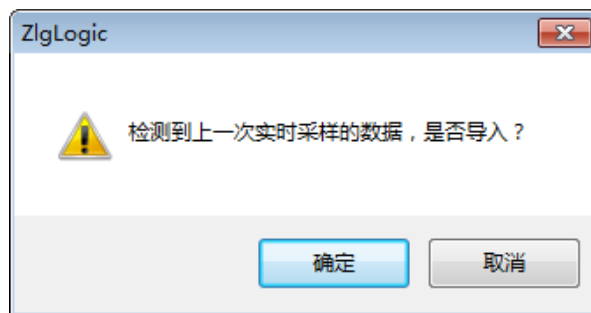

图 5.4 数据恢复提示
(3) 用户也可以点击“停止”按钮自行停止采集。
(4) 如果在采样的过程中，遇到如停电等突发情况，没有采集完成时软件就被迫关闭，之前采样得到的数据在下次打开软件时能得到恢复。如果有要被恢复的数据，在打开软件时，会有如图 5.4 的提示，点击确定后恢复数据。